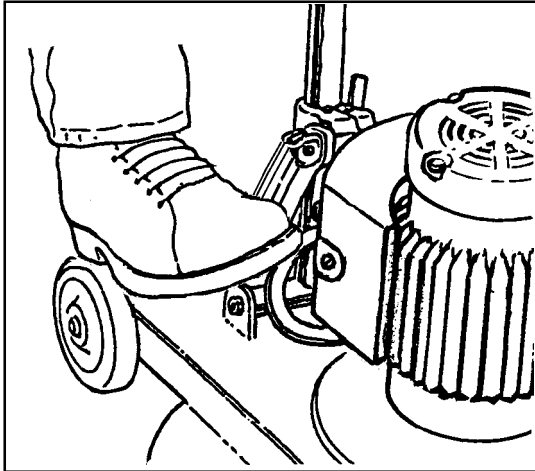

Figure 1
2. To lock the handle, push the locking lever down. See figure 1.
2. Para bloquear la tobera, empuje la palanca de bloqueo (hacia abajo). (Véase fig. 1)
2. Pour verrouiller le timon, presser le levier de verrouillage (vers le bas) (Voir fig. 1)